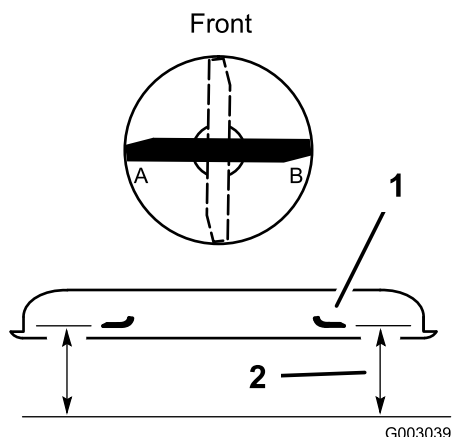

Figura 53
2. Coloque las cuchillas en posición lateral (Figura 53). Mida en las posiciones **A** y **B** (Figura 53) desde una superficie nivelada hasta el filo de corte de los extremos de la cuchilla (Figura 53).